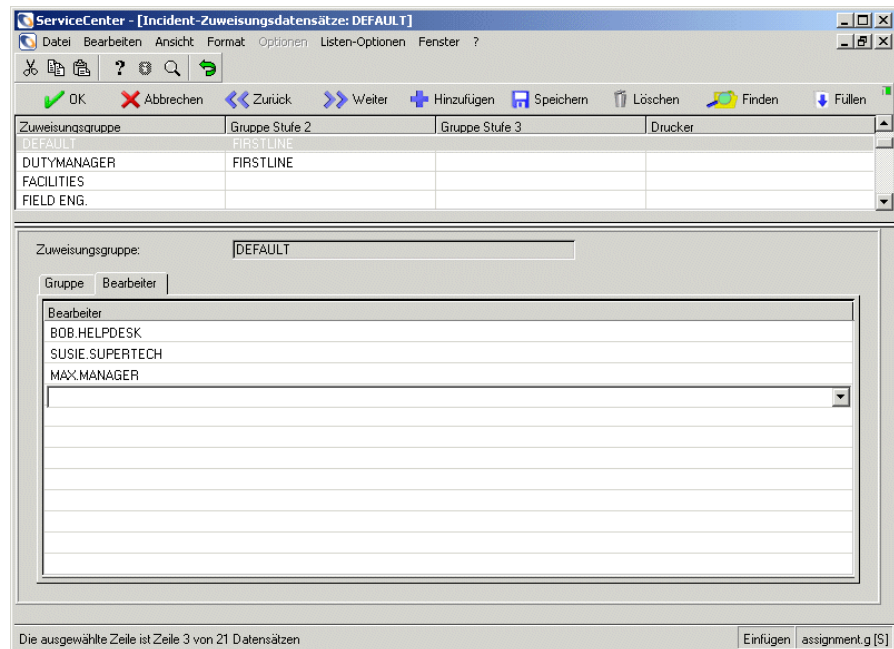

Abbildung 4-7: Dienstprogramm für Zuweisungsgruppen: Register „Bearbeiter“
- 11 Wählen Sie das Register **Bearbeiter** aus. Abbildung 4-7 zeigt die Bearbeiter der Zuweisungsgruppe.